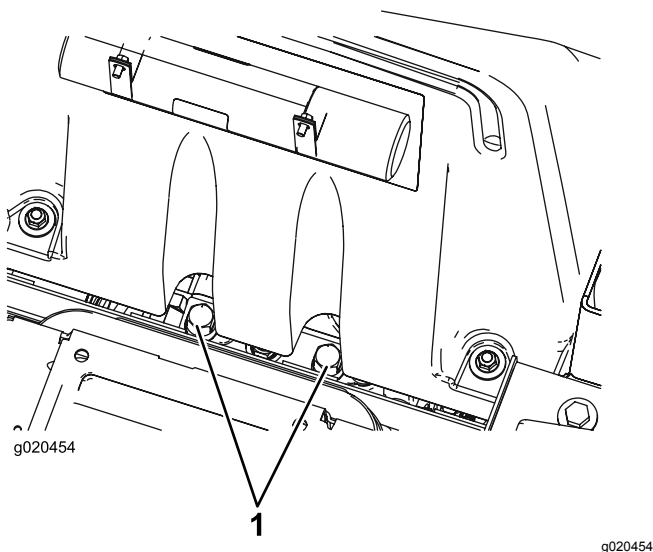

Figura 36
1. As válvulas de derivação encontram-se sob a dianteira do depósito de combustível (Figura 36).